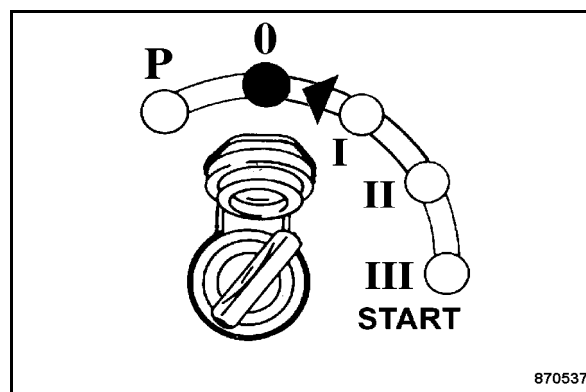

Fig. 63
- Tourner la clé de contact (Fig. 63) sur position "0" ou "P" et la retirer.